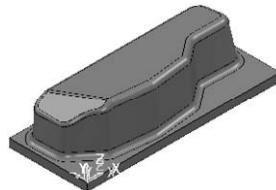

图5-41 导入模型文件
2) 选择下拉菜单中的“文件”→“输入模型”命令，弹出“输入模型”对话框，选择“jizuo.dgk”（“随书光盘：\第5章\5.2\uncompleted\jizuo.dgk”）文件，单击“打开”按钮即可，如图5-41所示。